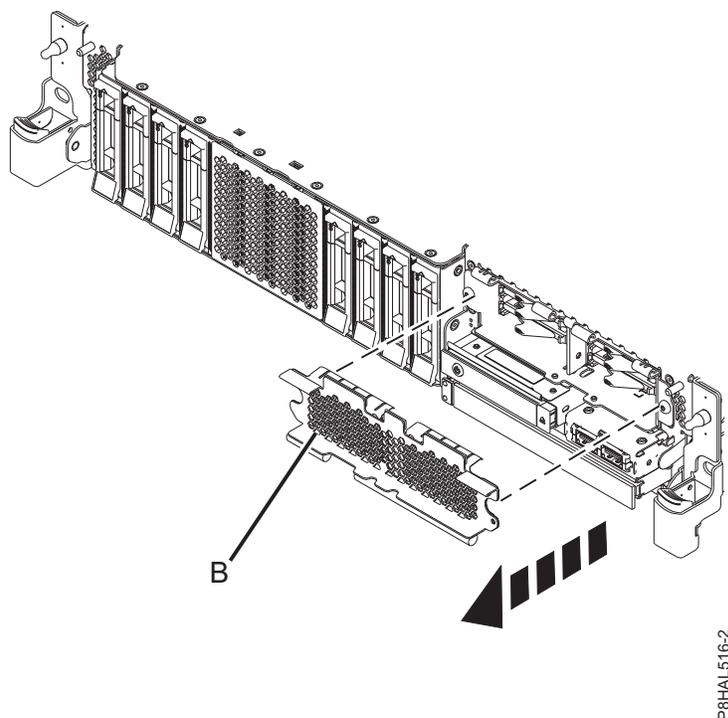

Figure 25. Retrait du cache du compartiment SSD pour accéder aux emplacements SSD d'un système à fonction étendue
15. Pour accéder aux emplacements SSD, retirez le cache perforé (**B**) qui obstrue le compartiment SSD comme illustré dans la figure 25, à la page 28.